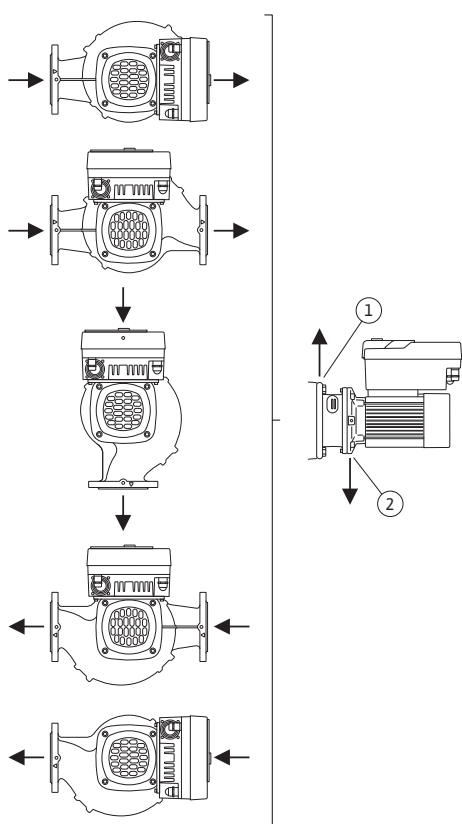

Fig. 8: Toegestane inbouwposities met horizontale motoras
De toegestane inbouwposities met horizontale motoras en elektronicamodule naar boven (0°) zijn in Fig. 8 weergegeven.
De ontluchting van de pomp is optimaal gewaarborgd als het ontluichtingsventiel omhoog wijst (Fig. 8, pos. 1).
In deze positie (0°) kan het condensaat gericht worden afgevoerd via aanwezige boorgaten, het pomplantaarstuk en de motor (Fig. 8, pos. 2).